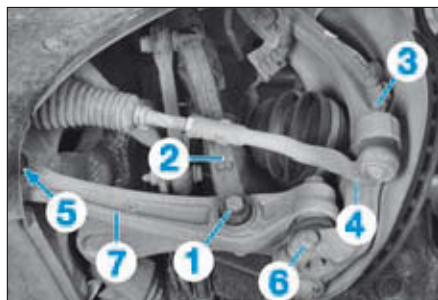

FIG. 17
- la vis (1) de la chape (2) d'amortisseur sur le bras porteur (Fig.17),
- l'écrou (3) de la rotule de direction (4) et l'extraire,
- la vis (5) du bras sur le berceau.